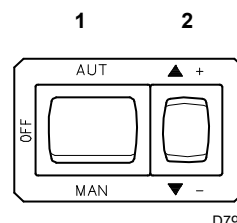
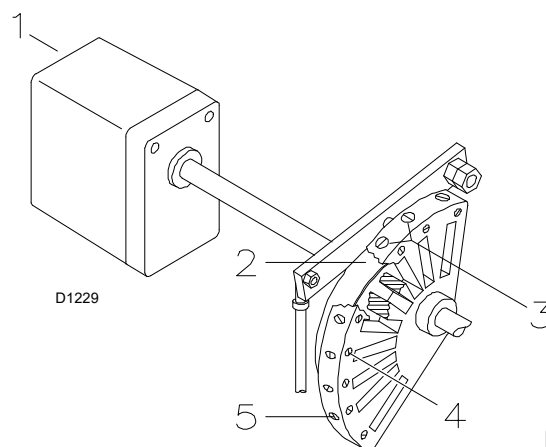
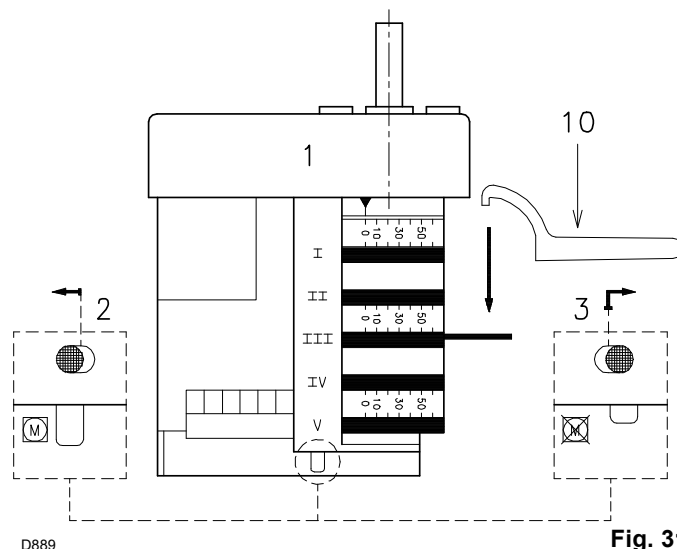

Fig. 27
Fig. 30
Fig. 31
Fermer les télécommandes et placer l'interrupteur 1)(Fig. 27) sur « MAN ».
Une fois l'allumage effectué, passer au réglage complet du brûleur. Mettre l'interrupteur 1)(Fig. 27) en position « ALLUMÉ ».
Dans la description précédente, le brûleur est resté allumé, fonctionnant à la puissance minimale. Appuyer à présent sur le bouton 2)(Fig. 27) « + » et le maintenir enfoncé jusqu'à ce que le servomoteur se soit porté à 130°.
Modifier en progression le profil final de la came 2)(Fig. 30) en agissant sur les vis 5).
Appuyer sur le bouton 2)(Fig. 27 page 24) « diminution puissance » et le maintenir enfoncé jusqu'à ce que le servomoteur se soit porté à 20° (réglage effectué à l'usine).
Modifier en progression le profil initial de la came 2)(Fig. 30) en agissant sur les vis 3).
Appuyer légèrement sur le bouton 2)(Fig. 27 à la page 24) « augmentation de puissance » de sorte que le servomoteur tourne d'environ 15°. Régler les vis pour obtenir une combustion optimale. Agir de la même façon avec les vis successives.
Éteindre le brûleur en actionnant l'interrupteur 1)(Fig. 27 à la page 24), position OFF, désolidariser la came 2)(Fig. 30) du servomoteur, en pressant et en déplaçant vers la droite le bouton 3)(Fig. 31), et vérifier plusieurs fois en tournant à la main la came 2) en avant et en arrière, que le mouvement est doux et sans obstructions.
Fixer à nouveau la came 2) au servomoteur en déplaçant le bouton 2) vers la gauche (Fig. 31).
Une fois le réglage terminé, fixer la came à l'aide des vis 4)(Fig. 30).
Pour l'éventuel réglage de la came III, en particulier pour les petits déplacements, il est possible d'utiliser la clé correspondante 10)(Fig. 31) soutenue par un aimant sous le servomoteur.
- 6 s :** Démarrage du servomoteur : il tourne vers la droite de 130°, à savoir jusqu'à l'intervention du contact sur la came I) (Fig. 31 à la page 26). Le volet d'air se positionne sur la puissance MAX.
- 85 s :** Le servomoteur tourne vers la gauche jusqu'à l'intervention du contact sur la came III) (Fig. 31 à la page 26).
- L'arrêt du brûleur s'effectue quand la demande de chaleur est inférieure à celle fournie par le brûleur à la puissance MIN. (partie F-G). La télécommande TL s'ouvre, le servomoteur revient à l'angle 0° limité par le contact de la came II)(Fig. 31 à la page 26). Le volet se ferme complètement pour réduire au minimum les dispersions thermiques.
Désolidariser la came 2)(Fig. 30 page 25) du servomoteur, en appuyant et en déplaçant vers la droite le bouton 3)(Fig. 31 à la page 26), et contrôler manuellement que sa rotation, en avant et arrière, se réalise librement. Fixer à nouveau la came en déplaçant le bouton 2) vers la gauche (Fig. 31 à la page 26).